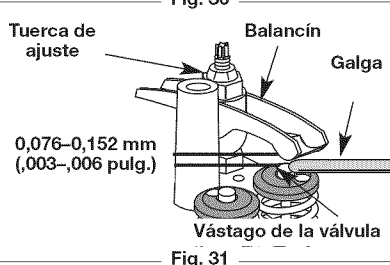

Fig. 31
7. Deslice la galga entre el brazo oscilante y el resorte de retorno de la válvula. Mida el huelgo entre el vástago de la válvula y el brazo oscilante (Fig. 31). Realice esto en las válvulas de entrada y de escape.
- a. Gire la tuerca de ajuste con una llave de 8 mm (5/16 pulgadas) o una guía de tuercas (Fig. 31).